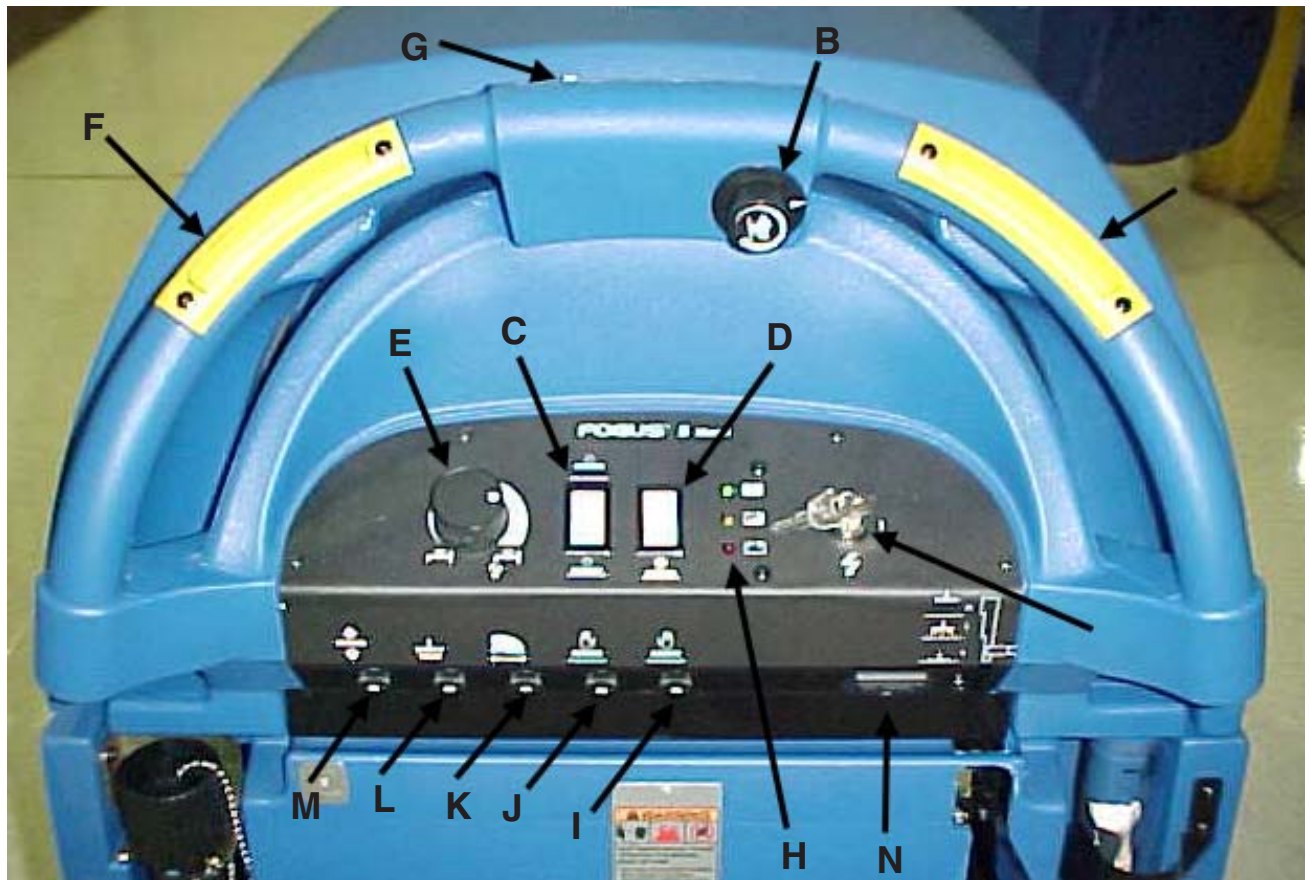

Figure 1
**PANNEAU DE COMMANDE DES MODELES S28, S33, S38****Commutateur à clé** (Cf. figure 1.A)